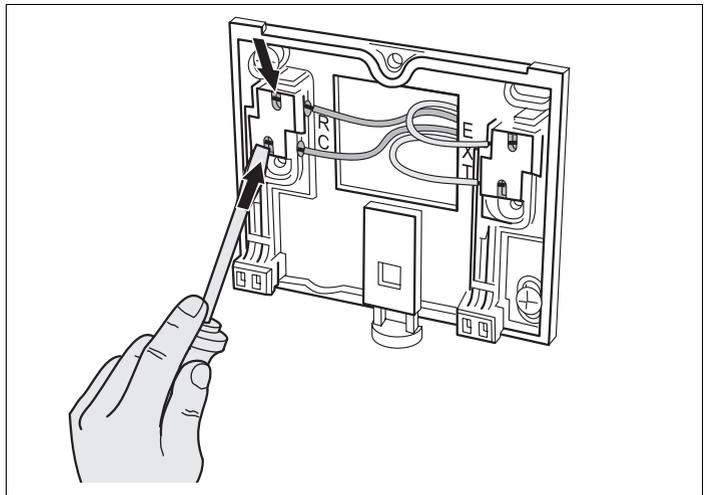

Fig. 5 *Staccare i collegamenti elettrici*
- Per sganciare i cavi, premere i morsetti all'interno della fessura, usando un cacciavite (fig. 5).